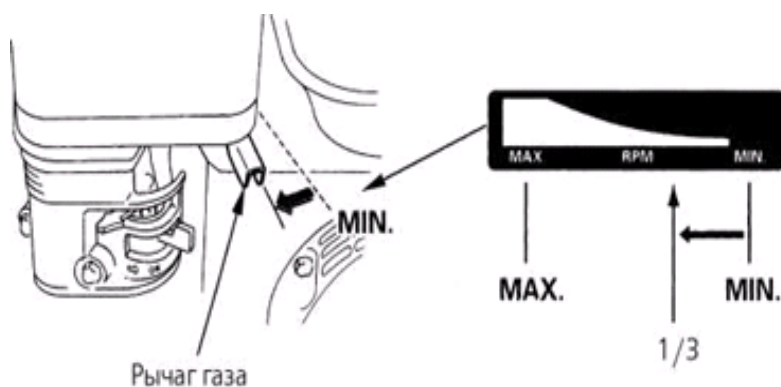

Рис.16
5. Немного передвиньте влево рычаг газа. (см. рис. 16).